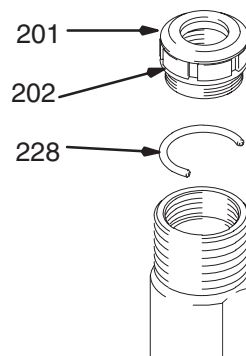

Fig. 13
Fig. 13. Instale o vedante (201) na porca de empanque (202). Instale o espaçador de regulação de aperto (228) na porca de empanque. Instale folgadoamente a porca de empanque no cilindro.